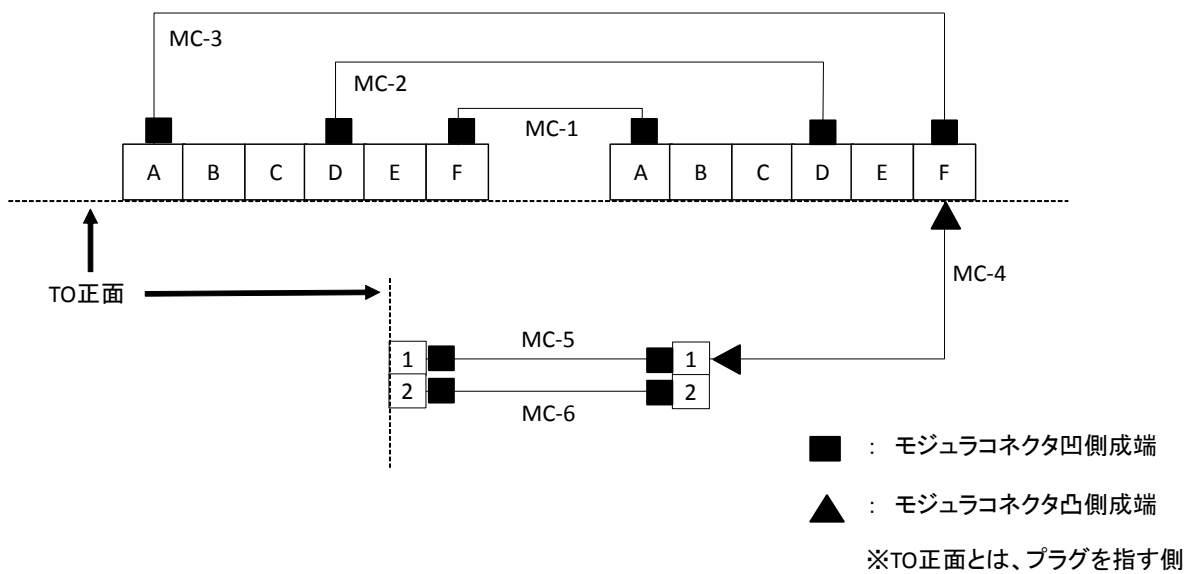

図5 配線図
※図 4、図 5 は当日公開される図により作業を行うこと。モジュラコネクタの配置、ケーブルの種類、接続位置及び成端作業の種類などが変更される場合があるので注意すること。
- ・ TO の配置・配線は図 4、図 5 に従って行う。
- ・ 図 4、図 5 に従い、モジュラジャックを配置するとともに、空の部分にブランクチップを取り付けて TO1 及び TO2 を組み立てる。